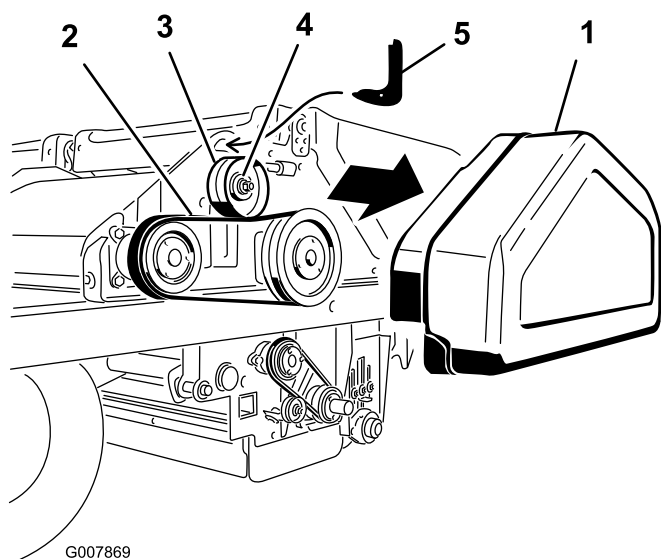

Bild 56
1. Entfernen Sie die Riemenabdeckung (Bild 56).
2. Lockern Sie die Mutter an der Spannscheibe (Bild 56).
3. Setzen Sie das Hakenende des Riemenspannungswerkzeugs in das Loch über der Spannscheibe ein (Bild 56). Das gekrümmte Ende des Werkzeugs sollte auf der Spannscheibe aufliegen.
4. Stecken Sie einen 1/2-Zoll-Schraubenschlüssel in das Loch im Riemenspannungswerkzeug (Bild 56).
5. Drehen Sie das Werkzeug, bis Sie einen Anzug von 5,7 Nm erreicht haben. Halten Sie den Anzug und ziehen Sie die Spannscheibenmutter fest (Bild 56).